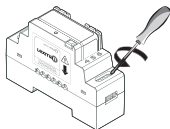

figura 4
5. Para facilitar a conexão, desparafuse os 6 parafusos do bloco de terminais de conexão da caixa de trilhos DIN (consulte a figura 4).